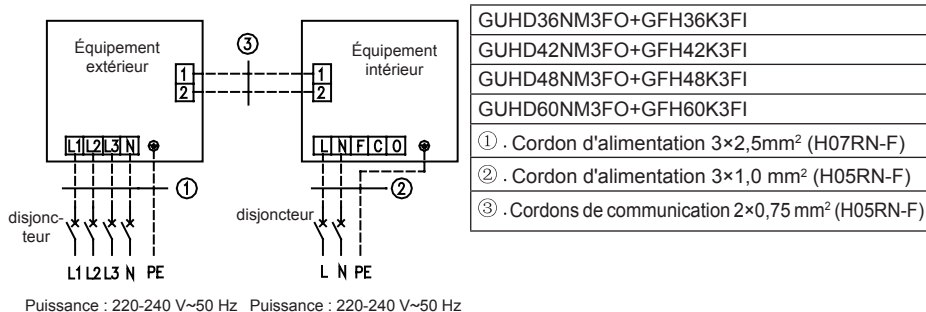

Fig. 42
- ① . Le cordon d'alimentation et le câble de la valve d'air frais sont à haute tension, alors que le cordon de communication et le câble de branchement du contrôleur câblé sont à basse tension. Ils doivent être acheminés séparément afin d'éviter les interférences électromagnétiques.
- ② . Les lignes haute et basse tension doivent passer dans différents couvercles de boîtier électriques à travers des anneaux en caoutchouc.
- ③ . Ne regroupez pas le câble de branchement du contrôleur câblé et le cordon d'alimentation, et évitez de les placer en parallèle, car vous risquez de provoquer un dysfonctionnement.
- ④ . Les lignes haute et basse tension doivent être fixées séparément et de manière sûre, avec de grandes brides internes pour les premières, et de petites brides pour les dernières.
- ⑤ . Serrez le cordon de branchement intérieur/extérieur et le cordon d'alimentation respectivement sur les borniers avec des vis. Un branchement erroné peut provoquer un incendie.
- ⑥ . Si le cordon de branchement de l'équipement intérieur (vers celui extérieur) et l'alimentation sont câblés de manière incorrecte, le climatiseur peut être endommagé.
- ⑦. Branchez le cordon de branchement de l'équipement intérieur correctement, en suivant les marques indiquées dans la Fig. 42.
- ⑧. Mettez à la terre les équipements intérieur et extérieur en fixant un câble de terre.
- ⑨. L'équipement doit être mis à la terre conformément aux normes locales et nationales applicables.